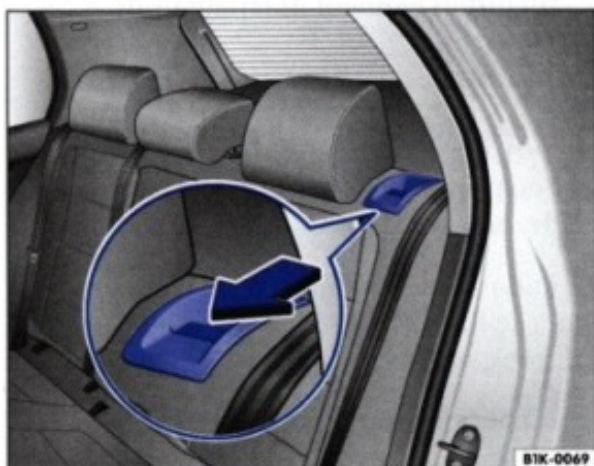

Fig. 62 Bancheta din spate: Deblocarea spătarelor
– Trageți în față tasta de deblocare ⇒ fig. 62 din spătar (la spătarul din două părți), în sensul indicat de săgeată